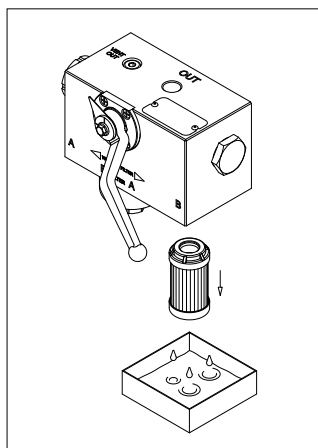

fig. 9
- (Fig. 9) Estrarre l'elemento filtrante